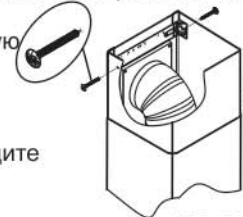

РИС. 8
6.4 Установите фальштрубы (рис. 6). На нижней фальштрубе имеются специальные "ушки", которые должны быть отогнуты внутрь фальштрубы. При установке нижней фальштрубы на зонт, "ушки" направьте в прямоугольные пазы задней стенки зонта. Выдвиньте верхнюю фальштрубу, навесьте ее на кронштейн (рис.8) и закрепите винтами 3,5x11мм.